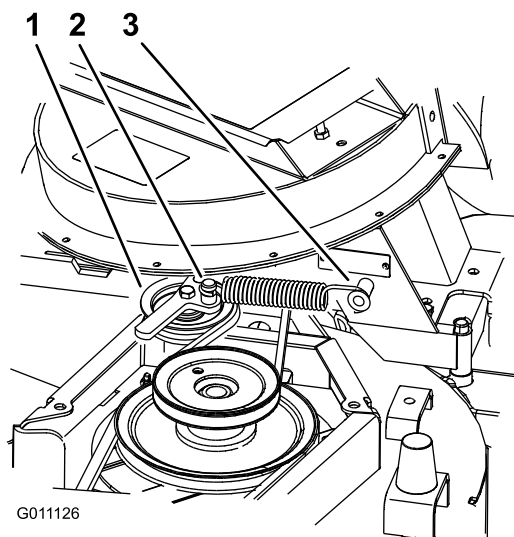

Figura 18
- Instale a mola como se mostra na Figura 18.